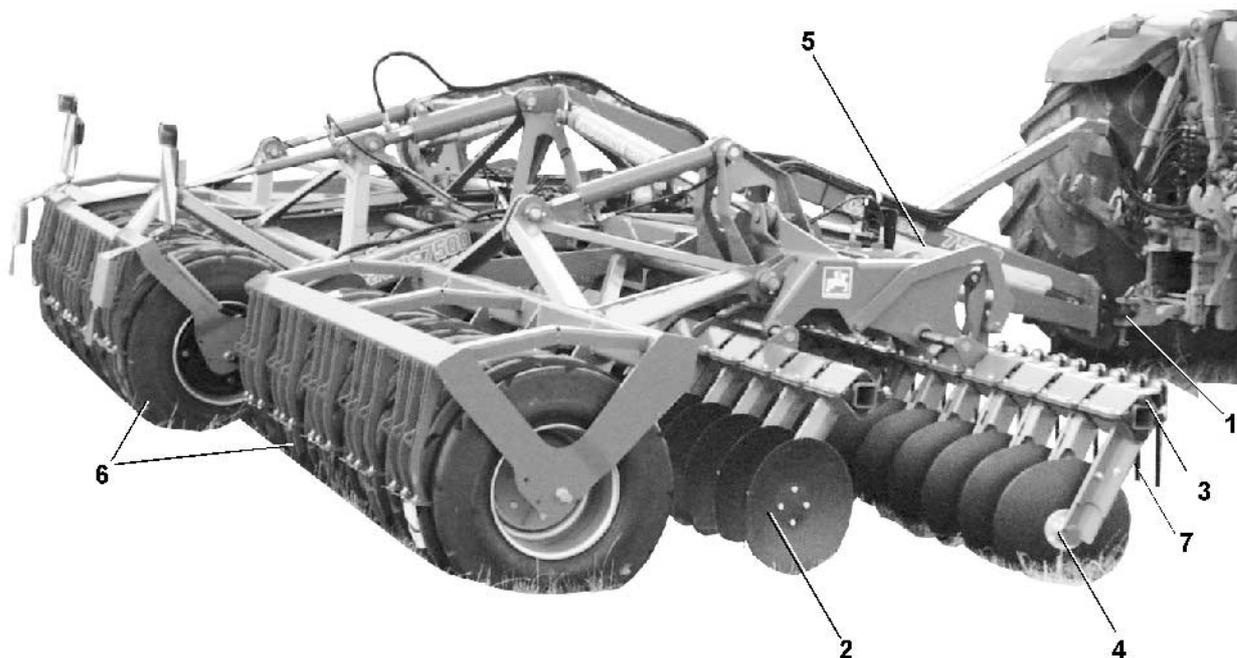

Рис. 11
**Catros** агрегируется с трактором при помощи маятникового прицепного устройства (Рис. 11/1).
Сферические диски (Рис. 11/2) размещены со смещением по направлению движения под углом  $17^\circ$  спереди и  $14^\circ$  сзади.
Опорный узел сферических дисков (Рис. 11/4) состоит из двухрядного радиально-упорного шарикоподшипника с контактным уплотнительным кольцом и заправки маслом, что обеспечивает эксплуатацию не требующую обслуживания.
- Смещение обоих рядов дисков настраивается в соответствии с рабочей глубиной и скоростью посредством передвижного устройства (Рис. 11/5). Регулировка производится при помощи эксцентрика AMAZONE.